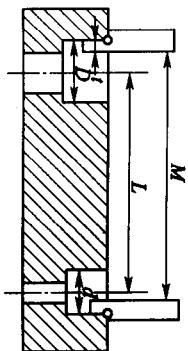

图 2—1
1. 如图 2—1 所示，用游标卡尺测得 M 为 100.04 mm，卡尺每个量爪宽度 t 为 5 mm，两孔直径分别是 $D = 24.04$ mm， $d = 15.96$ mm，求两孔中心距 L 。